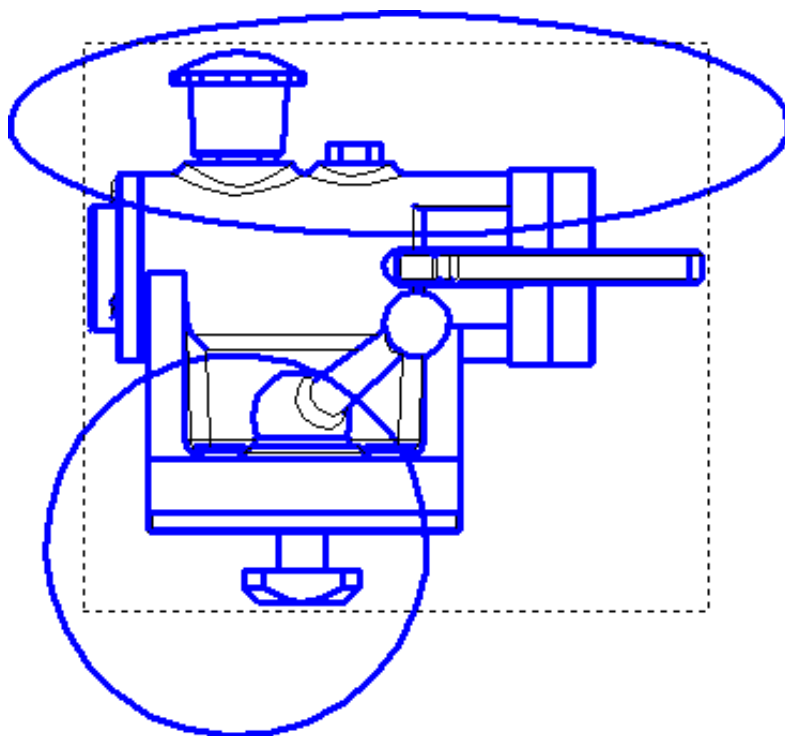

Рис. 115
- постройте два замкнутых объекта: эллипс и окружность как показано на рис. 115 (можно задавать границы разрезов с помощью кривой Безье;